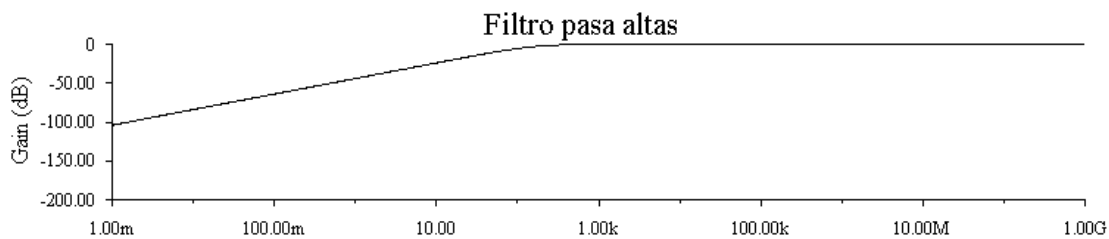

Figura 10.11. Respuesta en frecuencia en un circuito pasa-altas.
*Su funcionamiento se explica de la siguiente manera. Cuando la frecuencia es demasiado baja, el voltaje se consume casi en su totalidad en el capacitor, el cual se comporta como una impedancia de valor muy alto, por lo que en la salida no se tiene casi voltaje, cuando la frecuencia aplicada es aumentada se tiene que el valor de la impedancia representada por el capacitor disminuye hasta que casi no consume voltaje, y la mayoría del voltaje se tiene a la salida. La respuesta en frecuencia se puede apreciar en la figura 10.11.*